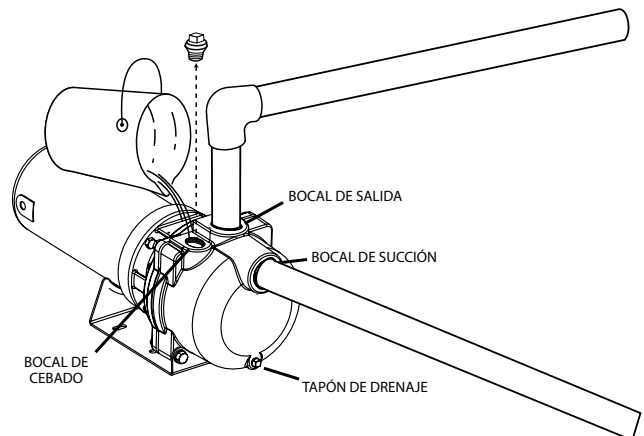

Figura 7
1. Sacar el tapón de la salida del cebado de la bomba (Figura 7).